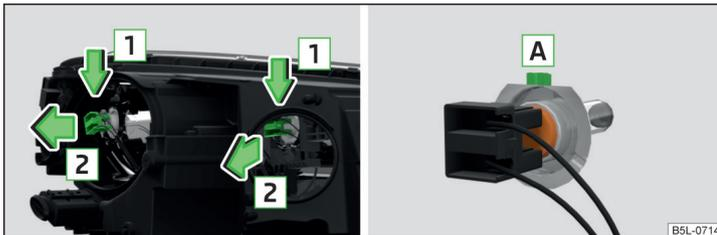

Fig. 198 Cambiar la bombilla para luz de cruce y de carretera
- » Libere el conector correspondiente con la bombilla en el sentido de la flecha **1** » fig. 198.
- » Colocar el conector con la nueva bombilla de forma que el talón de fijación **A** » fig. 198 de la bombilla encaje en el rebaje del reflector.